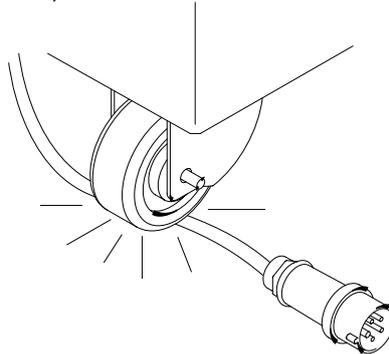

Figure 1
- Assurez-vous que les roulettes bougent librement et ne touchent jamais le câble d'alimentation (voir Figure 1).